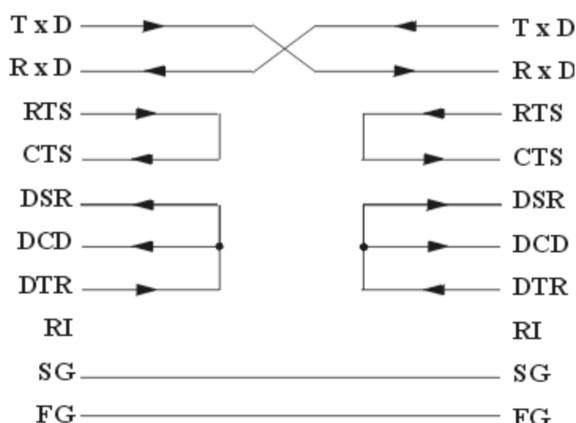

Рисунок 1
**Интерфейс RS-232** - для передачи информации между двумя устройствами на расстоянии до 15 метров. Информация передается по проводам с уровнями сигналов, отличающимися от стандартных 5 В, для обеспечения большей устойчивости к помехам. Асинхронная передача данных осуществляется с установленной скоростью при синхронизации уровнем сигнала стартового импульса. Наиболее часто для двунаправленной передачи используются трех- или четырехпроводная связь (Рисунок 1).